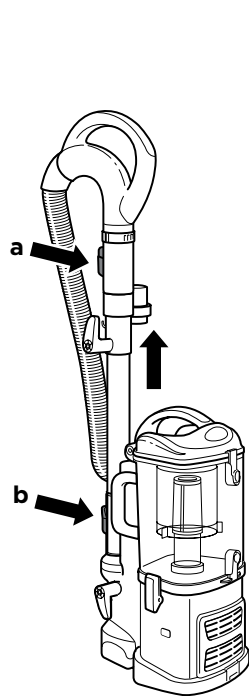

Fig. 14
- 2 Enfoncez le bouton de dégagement de la poignée (a) et tirez la poignée vers le haut ou enfoncez le bouton de dégagement du tube rallonge (b) et tirez celui-ci vers le haut. (Fig. 14)